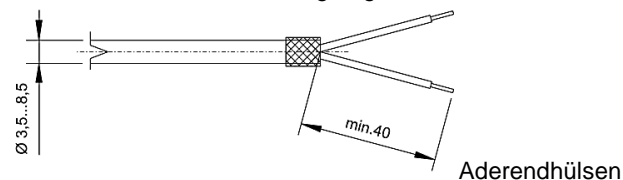

Abb. 3
- Isolieren Sie beide Leitungen gemäß Abb. 3 ab.